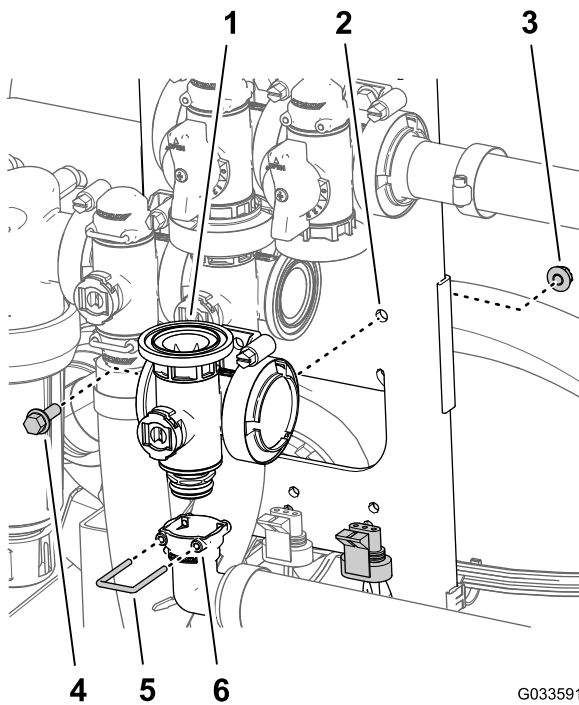

図 130
5. 90° 出口フィッティングのソケットを、マスターブームバルブ用のマニホールドの底部にあるカップリングのフィッティングに取り付ける 図 130。
6. 出口フィッティングのソケットにリテーナを入れて出口フィッティングのカップリングを固定する 図 130。